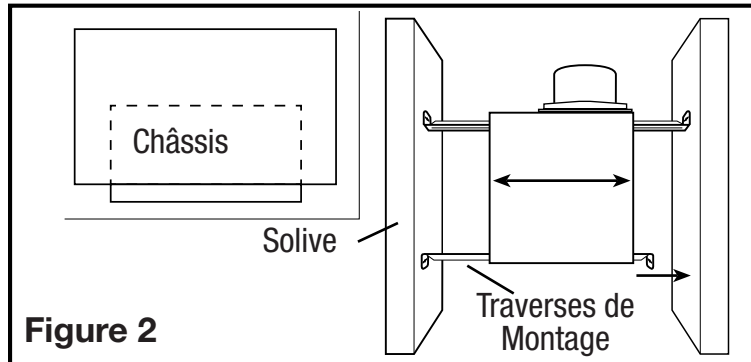
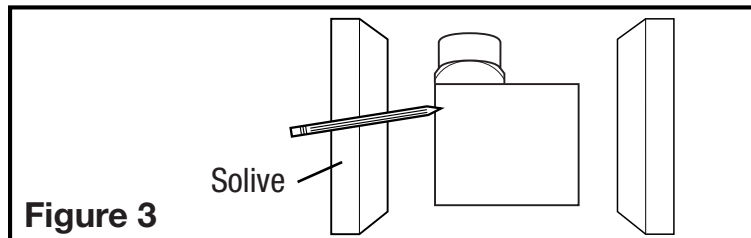

Figure 2
Figure 3
- Installez les rails dans le canal de montage sur le boîtier. Centrez le canal de montage dans les fentes sur le boîtier, serrez les vis montage de sorte que le canal soit bien en place. Placez le boîtier à côté de la solive. Aligner le châssis pour qu'il soit de niveau avec le plafond fini. Fixez les extrémités des rails aux solives avec des vis ou des clous (non inclus) et glissez le boîtier dans la position finale (Figure 2).
- Placer le boîtier en place entre les solives et tracez un contour sur le matériel du plafond (Figure 3). Mettez le boîtier de côté et découpez l'ouverture, en faisant attention de ne pas couper ou endommager les installations électriques ou d'autres utilités masquées. Installez les rails dans le canal de montage sur le boîtier. Centrez le canal de montage dans les fentes sur le boîtier, puis de l'intérieur du boîtier serrez les vis de montage de sorte que le canal soit bien en place. Positionnez le boîtier dans le trou préalablement découpé de sorte qu'il soit aligné avec le plafond fini. Fixez les extrémités des rails aux solives (Figure 2).